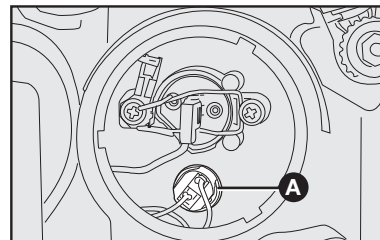

fig. 40
- 2) Puxar o porta-lâmpada **A-fig. 40** para retirá-la de sua sede;